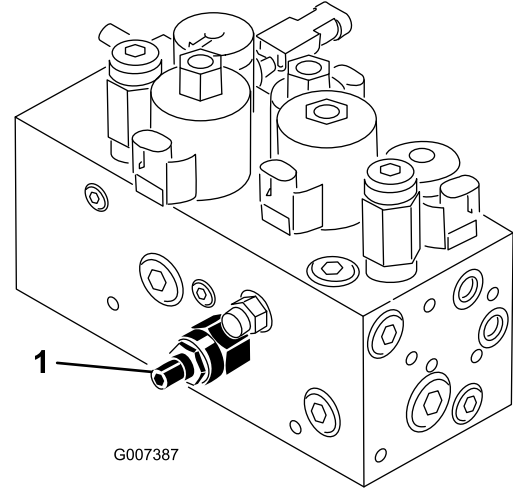

図 59
本機のカッティングユニット昇降回路にはフローコントロールバルブ（図 59）がついています。このバルブは出荷時に約3 回転の開度に調整されていますが、作動油温度、作業速度などにより調整が必要になる場合があります。以下の手順で調整します：
1. 運転席を上げ、センタープルフレーム用フローコントロールバルブ（図 59）を露出させる。バルブは油圧マニホールドの側面についている。